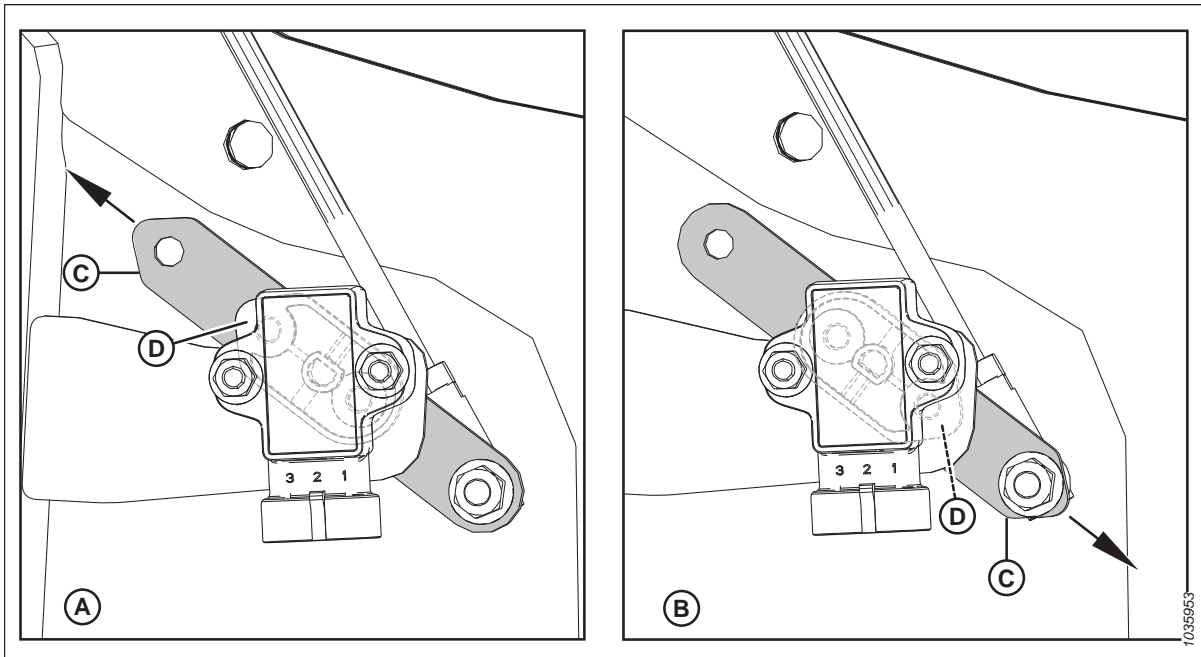

Рисунок 3.186: Конфигурация рычага/указателя датчика
- Убедитесь в правильности конфигурации рычага (С) и указателя (D) датчика для данной жатки. Инструкции см. на рис. 3.186, страница 174.